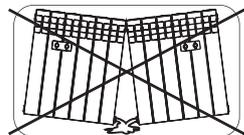

рис. 2
- 7.4. Для монтажа радиаторов с числом секций до 12 используйте 2 кронштейна, для 12 и более 3 кронштейна (2 сверху, 1 снизу) (рис. 2).